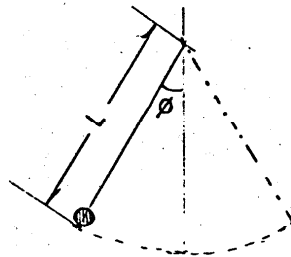

Fig. 4.7.1.
- 1.- Determinar una expresión que permita obtener el tiempo "tp" o período para un péndulo, en función de la longitud "L" y la gravedad "g" manteniendo el ángulo "φ" constante (fig.4.7.1)